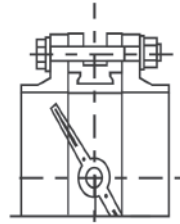

Рис. 6
14. Затяните болты (шпильки) так, чтобы фланцы и корпус (металлическая часть) затвора соприкасались. Затяжка болтов на межфланцевых соединениях должна быть равномерной по всему периметру. Медленно закройте и откройте дисковый поворотный затвор. Если установка затвора была проведена правильно, затвор должен свободно открываться и закрываться (рис. 6).